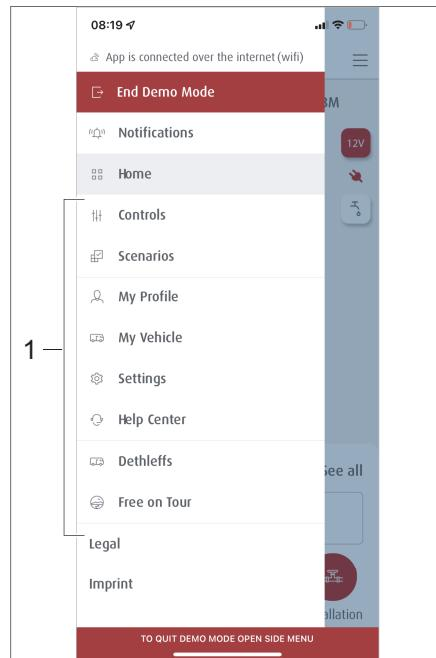
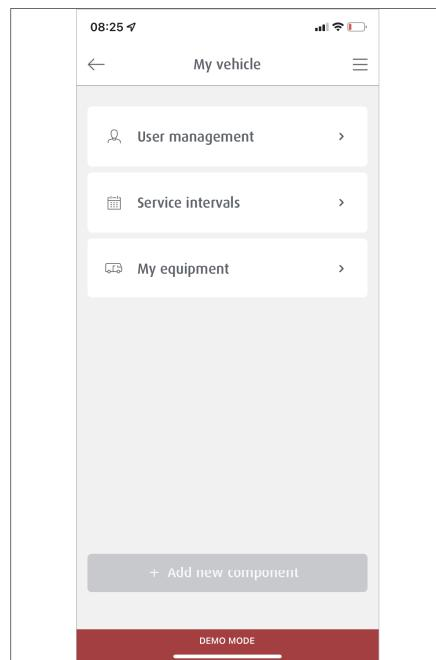

Fig. 301 Submenús
Fig. 306 Submenú *Mi vehículo*
- Presionar en el área de menú en el símbolo . Se muestran los submenús (Fig. 301,1).
- Presionar en el área de menú *Escenarios* (Fig. 301,1).
- Seleccionar en los submenús (Fig. 301,1) el menú *Manejo*.
- Seleccionar en los submenús (Fig. 301,1) el menú *Mi vehículo*. En el submenú *Mi vehículo* (Fig. 306) se puede configurar el acceso de invitados, programar citas de servicio e ingresar el equipamiento del vehículo.